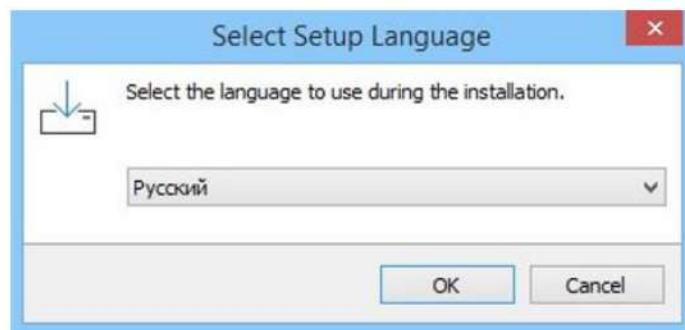

Рисунок 47 - Выбор языка
- 2) Выбрать язык, нажать кнопку «OK» (Рисунок 47).